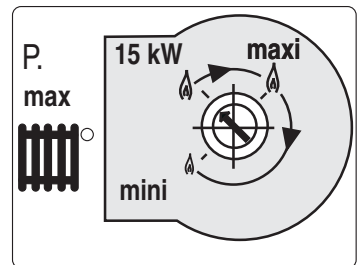

Рис. 21
- Потенциометр на мощность 23 кВт (P / рис. 21) настройте так, чтобы стрелка находилась в направлении вертикально вверх.
- Повторно проведите настройку с помощью потенциометра (P / рис. 21) в диапазоне mini – maxi.